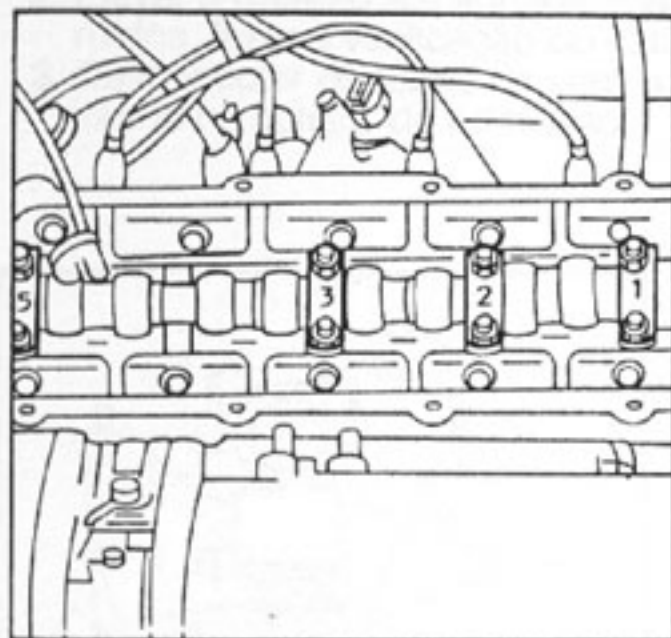

Fig.66 - Identificação dos mancais
- Remover as capas dos mancais 1 e 3 (fig.66).